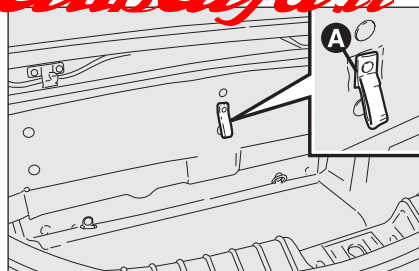

fig. 66
- ☐ tirare la linguetta **A-fig. 66** posta sulla finizione verticale del bagagliaio per poter accedere alla vite di apertura/ chiusura delle serrature capote;